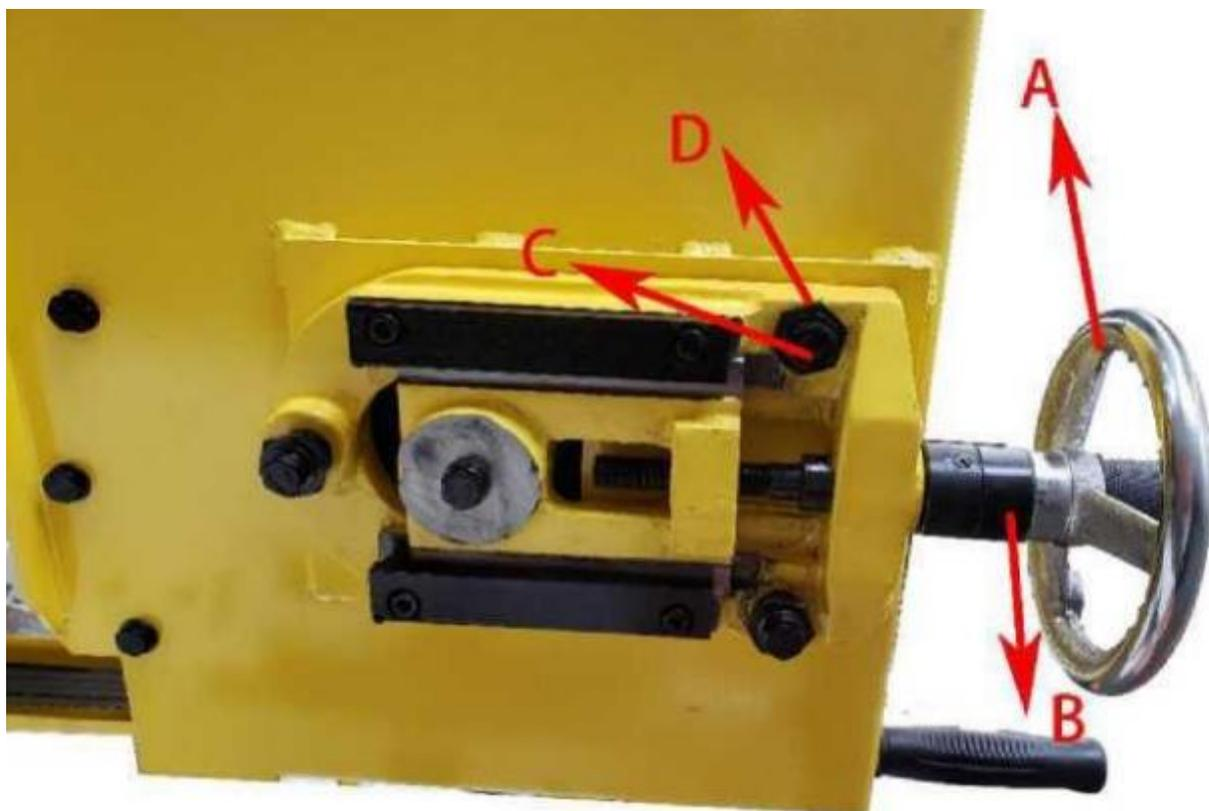

Рис. 17
1. Поворачивайте маховик натяжения (А) (Рис. 17) по часовой стрелке.
1. Ослабьте стопорный винт (С) (Рис. 17).
2. Поворачивайте регулировочный винт (D) (Рис. 17) до тех пор, пока лента не будет правильно позиционирована относительно фланцев шкивов (задняя кромка должна слегка касаться фланцев по всей рабочей длине).